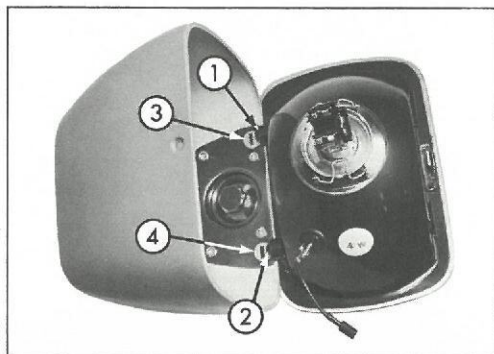

Fig. 42 - Projecteurs
- Pour remettre le projecteur en place (Fig. 42) :